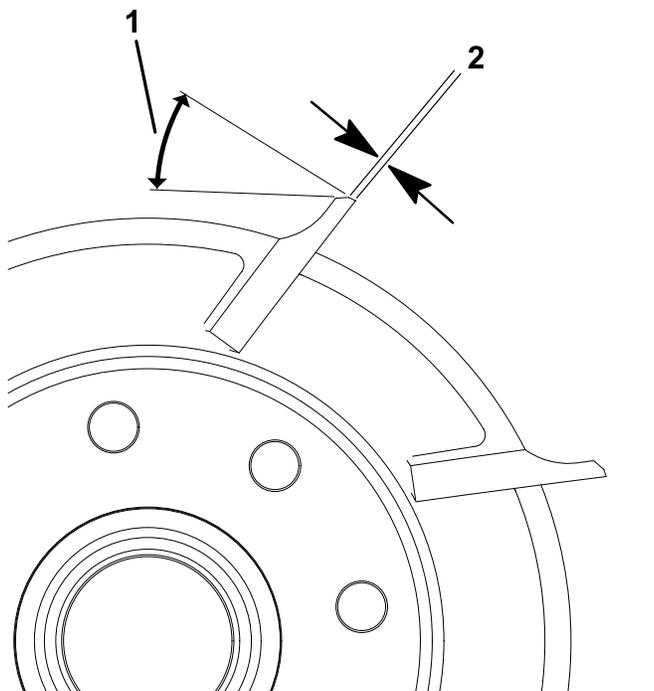

図 19
1. 全部のリール刃に 30°の角度で 2 番削りを行って、ランド部の幅を 0.76 mm にしてください 図 19。